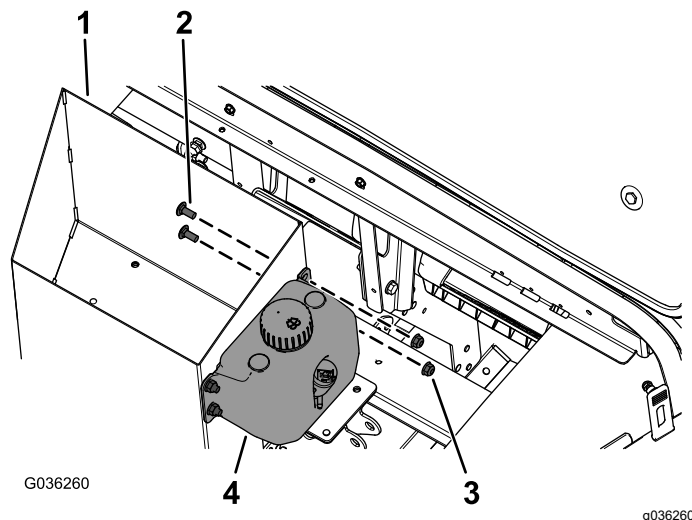

Figura 1
1. Instale o depósito do líquido de lavagem na caixa de armazenamento com os 4 parafusos de cabeça flangeada ($\frac{1}{4} \times \frac{5}{8}$ pol.) e as 4 porcas de bloqueio ($\frac{1}{16}$ pol.), como mostrado na Figura 1.